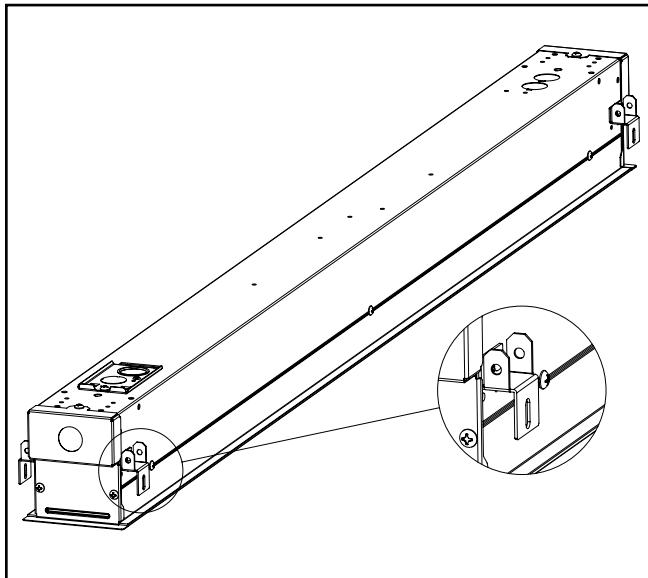

Figure 1.
- Retirez d'abord les 4 fixations de la grille situées dans les coins du luminaire. Voir la figure 1.